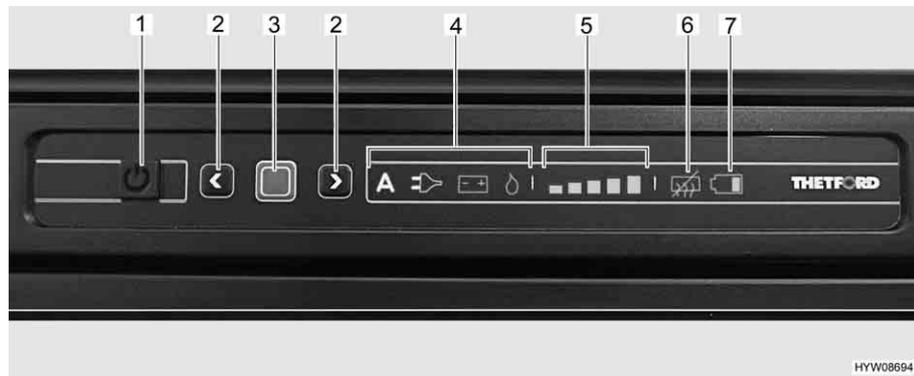

Bild 226 LED-Bedienfeld (Kühlschrank Thetford)
- Taste Ein/Aus (Bild 226,1) 1 Sekunde lang drücken. Die Taste leuchtet grün auf. Nach ca. 10 Sekunden wird die Anzeige aus Energiespargründen gedimmt.
- Bestätigungstaste (Bild 226,3) drücken. Die zuletzt gewählte Betriebsart wird angezeigt.
- Bestätigungstaste (Bild 226,3) ca. 2 Sekunden lang drücken. Die Betriebsartensymbole blinken.
- Manuelle Energiewahl: Mit den Pfeiltasten (Bild 226,2) die gewünschte Energiequelle auswählen.
- Automatische Energiewahl (nur bei Ausführung mit automatischer Energiewahl): Mit den Pfeiltasten (Bild 226,2) die Betriebsart "A" auswählen.
- Auswahl mit Bestätigungstaste (Bild 226,3) bestätigen.
- Bestätigungstaste (Bild 226,3) erneut drücken. Die Kühlstufen-Anzeige (Bild 226,5) blinkt.
- Zum Ändern der Einstellung die Pfeiltasten (Bild 226,2) drücken, bis die gewünschte Einstellung angezeigt wird.
- Taste Ein/Aus (Bild 226,1) etwa 2 Sekunden lang drücken. Alle Leuchten erlöschen. Der Kühlschrank ist abgeschaltet.
Nach dem Einschalten wählt der Kühlschrank automatisch die zuletzt gewählte Thermostat-Einstellung. Diese Einstellung kann manuell mit den Pfeiltasten (Bild 226,2) nachgeregelt werden. Es dauert einige Stunden, bis der Kühlschrank die normale Betriebstemperatur erreicht hat. Beim Umschalten auf eine andere Betriebsart wird die Thermostat-Einstellung beibehalten.